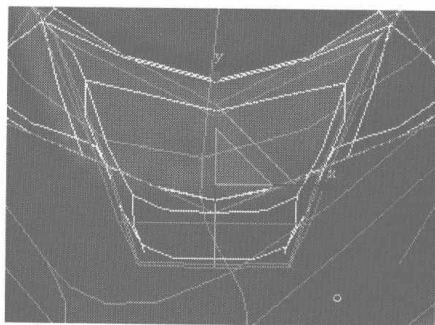
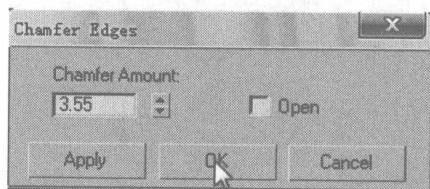

图 6.122
图 6.123
- 06** 切换为边线编辑，在 Top 视图中选择如图 6.122 所示的边线，在 Edit Edges 卷展栏中单击 **Chamfer** 右侧的小按钮，在弹出的对话框中设置边线倒角参数，如图 6.123 所示。